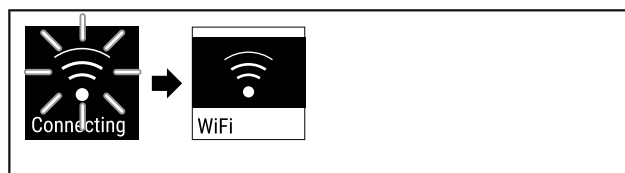

Fig. 85
- Připojení se vytváří (viz Fig. 85).